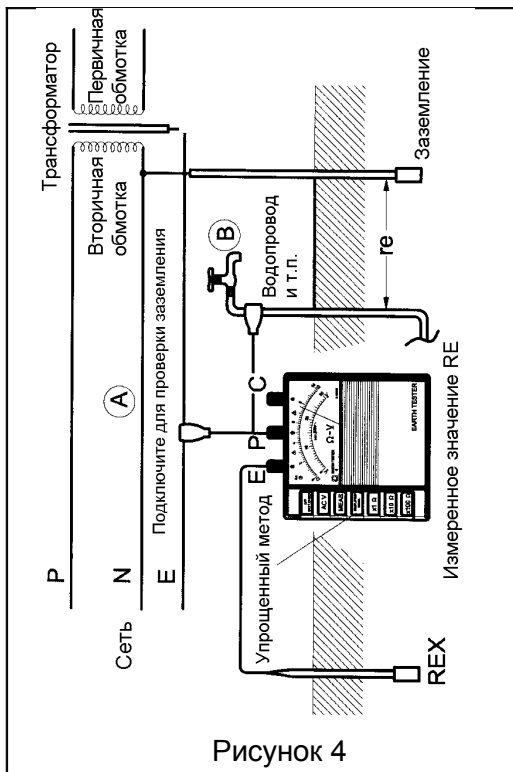

Рисунок 4
существующее заземленное оборудование, как показано на рис.4.
2. Методы измерения показаны на рис. 4.